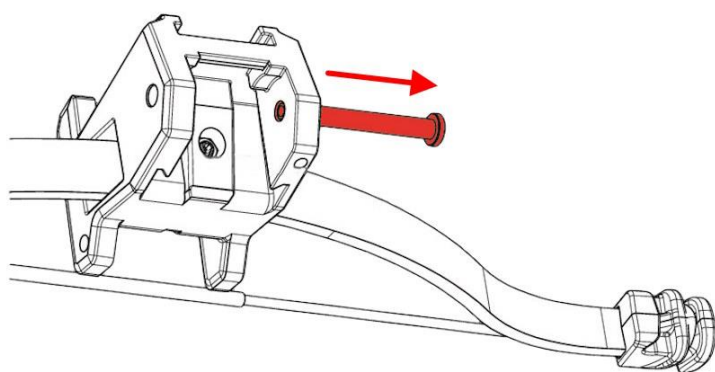

Рис.1
1. Возьмите плечи в сборе. Используя ключ-шестигранник (или стрелу) из комплектации, надавите на штифт крепления плеч, так чтобы его противоположный конец немного вышел с другой стороны. Далее выдвигайте штифт пальцами до момента его остановки (Рис.1).